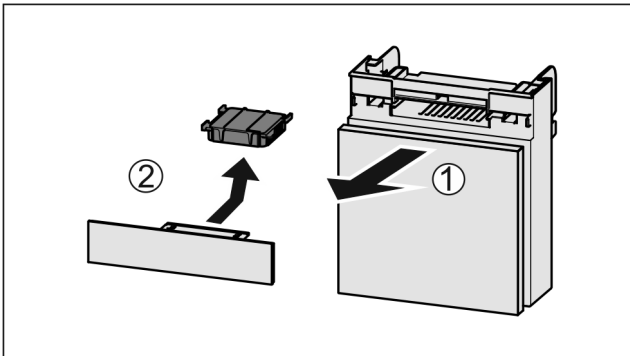

Fig. 103
- ▶ 向前拉出 Fig. 103 (1) 抽屉。
- ▶ 取出 Fig. 103 (2) 活性炭过滤器。